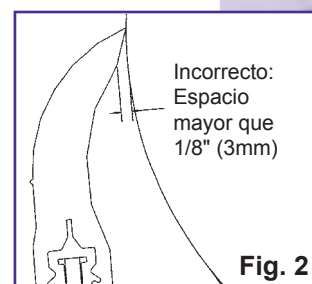

Fig. 2
- Ángulo incorrecto de acometida de la hoja. Al momento de la instalación, solo la punta de la hoja está sobre la banda (vea la Fig. 2).